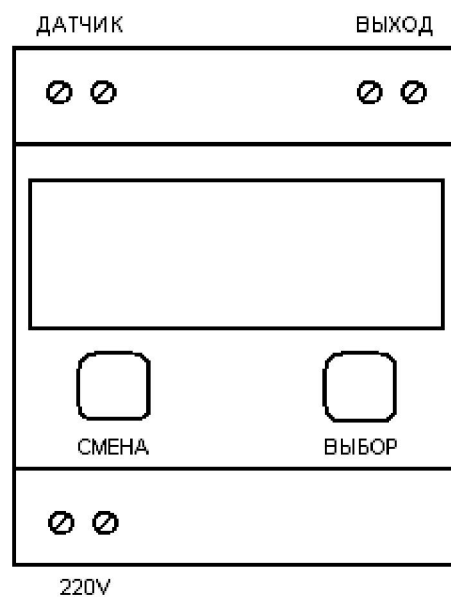

Рис. 2 Внешний вид прибора
4.1 Подключить ППТ-2 согласно рис. 2 при выключенном общем питании.
6.2 Электрические соединения с сетью, датчиками проводимости осуществляется через клеммные колодки, расположенные на приборе (см рис. 2).